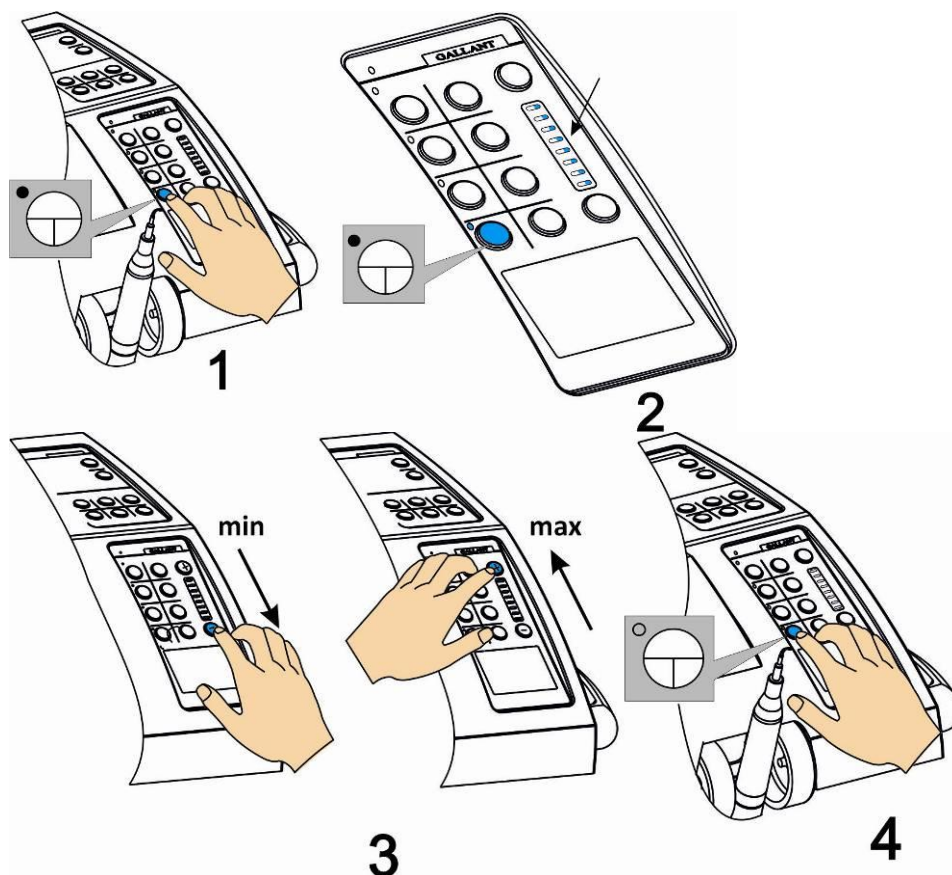

Рисунок 4.3.3.1 Настроювання крутного моменту мікромотора в режимі ЕНДО
1. Натисніть кнопку вмикання режиму ЕНДО, при цьому миготить індикатор який означає встановлення даного режиму (див. Рисунок 4.3.3.1).